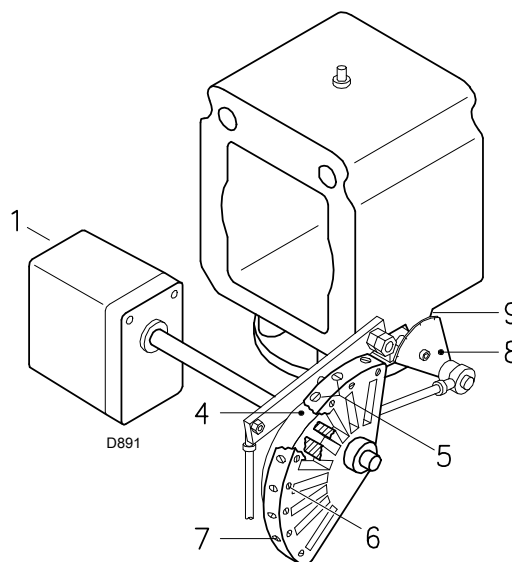

图 31
通过转动螺丝 7) 逐步调节凸轮 4) (图 31) 的钢带。
图例 (图 31)
通过转动螺丝 5) 逐步调节凸轮 4) 图 31 页 26 的钢带。
- 通过按下 (并向右移动) 伺服马达上的释放按钮，从伺服马达上释放凸轮 4) 图 31 页 26；
- 达到最优设定后，用螺钉 6) 图 31 页 26 固定。